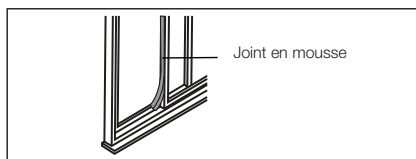

Fig. 21
6. Coupez le joint en mousse à la longueur appropriée et comblez l'espace entre la guillotine coulissante et la fenêtre à guillotine extérieure, comme illustré sur la Fig. 21.